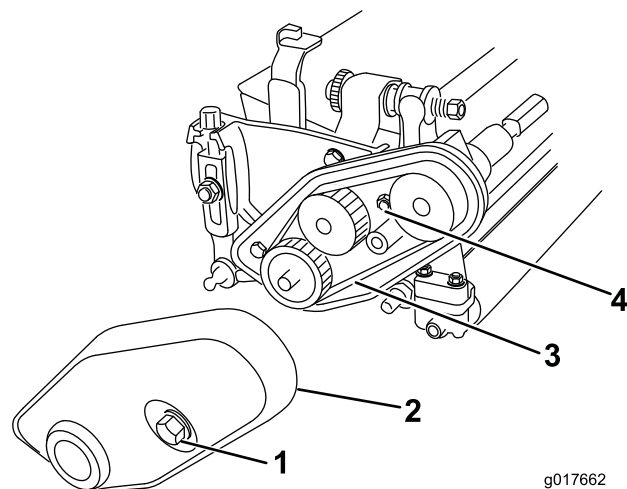

Рисунок 6
2. Ослабьте гайку натяжения ремня и снимите ремень (Рисунок 6).
1. Ослабьте невыпадающий болт крепления кожуха ремня к режущему блоку так, чтобы можно было снять кожух (Рисунок 6).